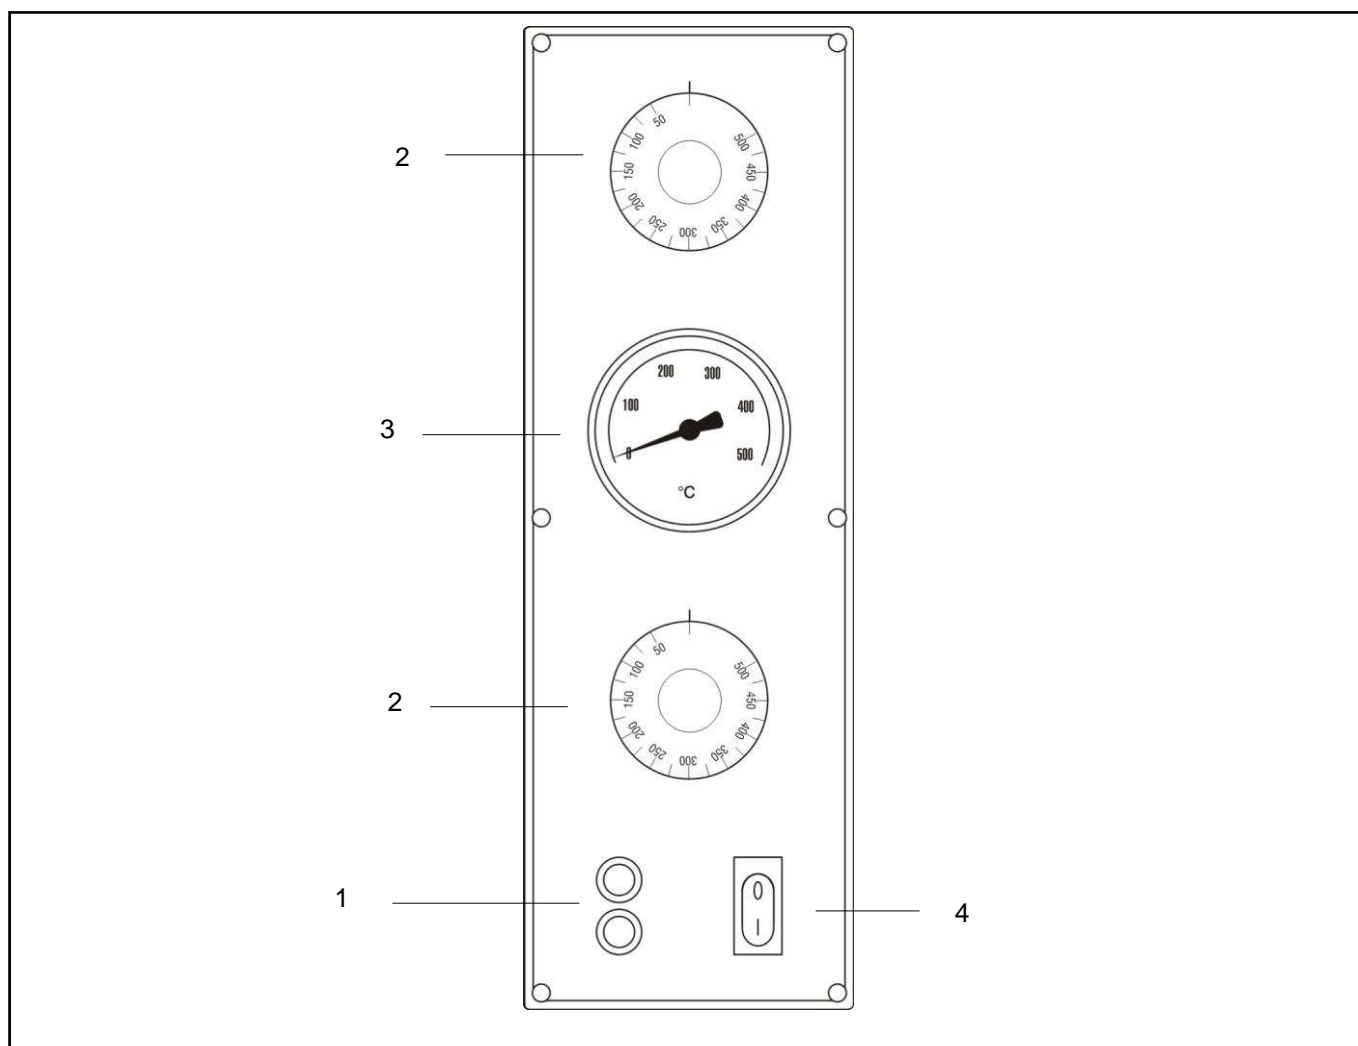

РИС. 7 (Панель управления)
Панель управления находится на лицевой стороне печи и имеет отличия в зависимости от модели, как показано на **РИС. 7**.
ОБОЗНАЧЕНИЯ РИС. 7
- 3) Активируйте резисторы, установив терморегуляторы (**РИС. 7- поз. 2**) на температуру **150 °С**, которая указана на ручке. Загораются соответствующие зеленые сигнальные лампочки, свидетельствующие о работе используемых резисторов;
- 5) Отключите резисторы, установив терморегуляторы (**РИС. 7 – поз. 2**) в **пол. «0»**. Соответствующие зеленые сигнальные лампочки погаснут;
- 7) Снова закройте дверцу и повторите операцию, описанную в подпункте **3**), установив терморегуляторы (**РИС. 7 – поз. 2**) на температуру **400 °С**, которая указана на ручке.
- 9) Отключите резисторы, установив терморегуляторы (**РИС. 7 – поз. 2**) в **пол. «0»**; Зеленые сигнальные лампочки погаснут;
- 3) Активируйте резисторы, установив терморегуляторы (**РИС. 7- поз. 2**) на желаемую температуру, которая указана на ручке. Загораются соответствующие зеленые сигнальные лампочки, свидетельствующие о работе используемых резисторов;
- 4) Как только печь достигнет желаемой температуры (см. подпункт **9**) этого пункта), которая отображается на термометре (**РИС. 7- поз. 4**), можно поместить пиццу в печь для выпекания;
- 6) Чтобы включить освещение во внутренней части пекарной камеры, нажмите выключатель лампы печи (**РИС. 7 – поз. 5**);
- 1) Выключите печь, установив терморегуляторы (**РИС. 7 – поз. 2**) и выключатель резистора (**РИС. 7 – поз. 3**) в пол. «0»;